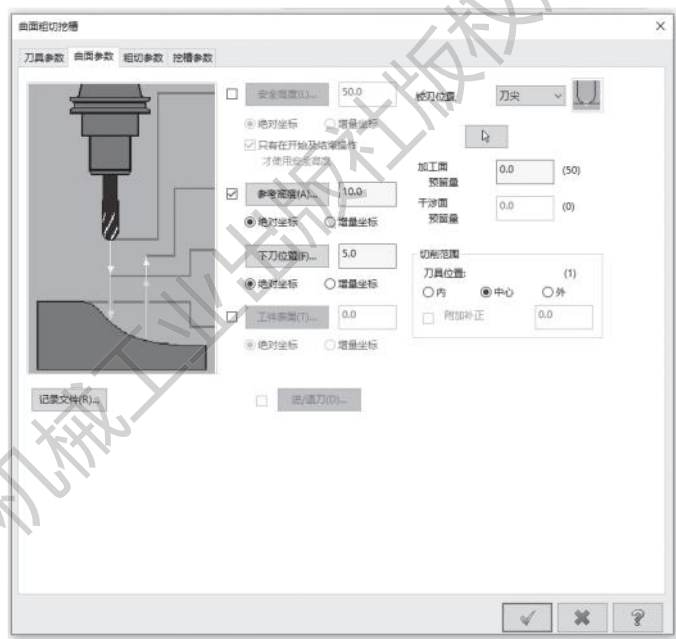

图 4-39 曲面加工参数设置
3) 打开【曲面参数】选项卡, 勾选【参考高度】复选项并设置为 10.0mm, 【下刀位置】为 5.0mm。勾选所有【绝对坐标】复选项, 【加工面预留量】为 0.0mm, 如图 4-39 所示。